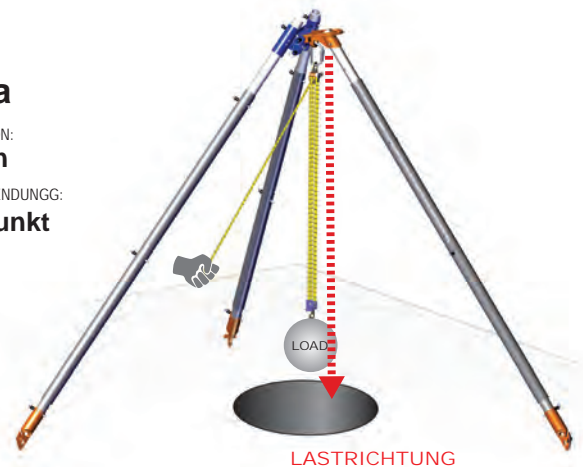

Fig. 1b
- Tragseile von einer Fußwinde durch eine Ulenkrolle am Kopf des Rahmens (siehe Abb. 1b).